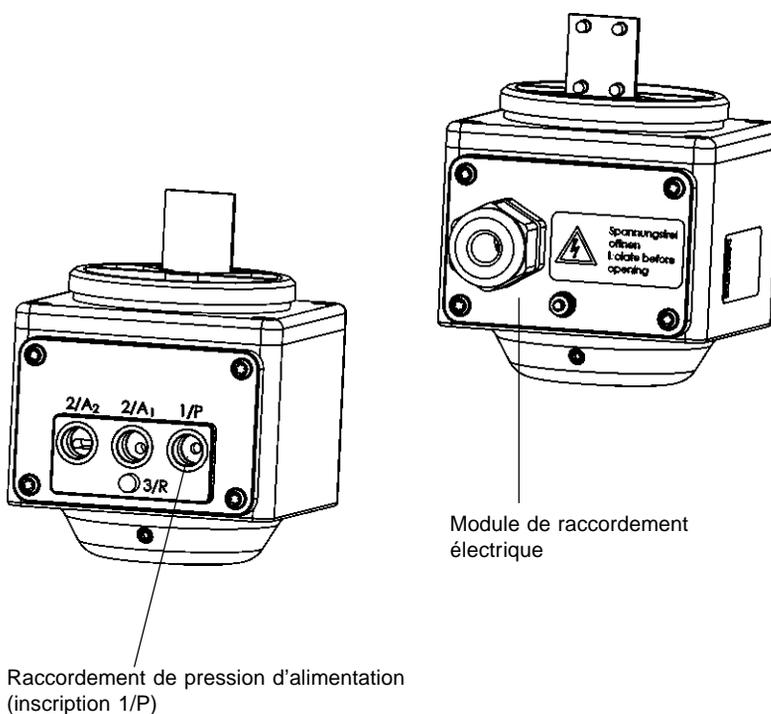

Fig. 1: Vue 3D de MiniTOP, couvercle enlevé
- ➔ Mettre la pression d'alimentation au raccord 1/P (voir fig. 1)
L'air d'échappement se dégage par le silencieux (voir figure 1)